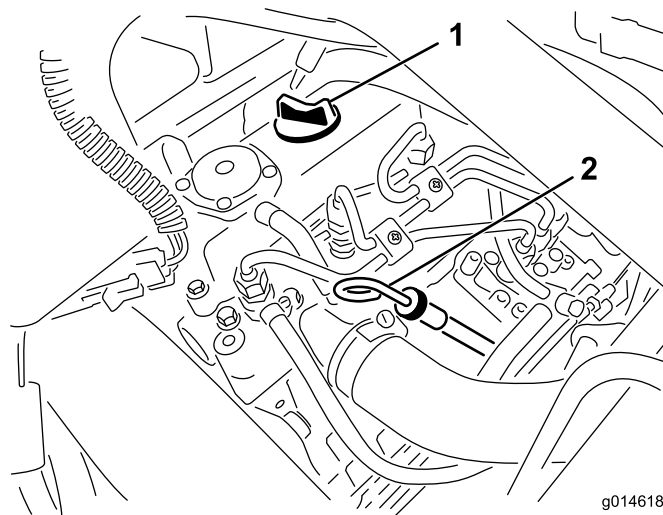

Figura 28
2. Togliete l'asta di livello ed asciugatela con un panno pulito (Figura 28). Inserite l'asta di livello nel tubo, assicurandovi che sia inserita fino in fondo. Estraiete l'asta di livello dal tubo e controllate il livello dell'olio. Se il livello dell'olio è basso, togliete il tappo di riempimento dal coperchio della valvola e versate **lentamente** una quantità di olio sufficiente ad alzarne il livello fino al segno di pieno (Full) sull'asta. Rabboccate lentamente l'olio e controllate spesso il livello durante questa operazione. **Non riempite troppo.**